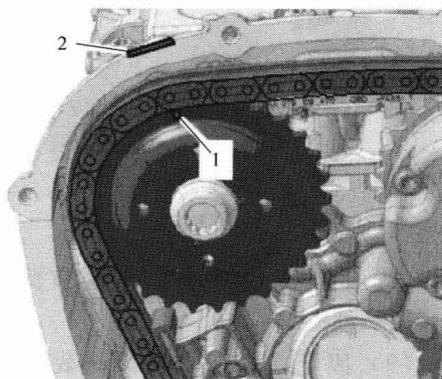

图 1-1-20
(14) 按照拆卸时所做标记重新安装凸轮轴链轮, 并将凸轮轴链轮在凸轮轴上逆时针转至极限位置, 确保标记点 1 必须正对调节窗口 2, 如图 1-1-20 所示。